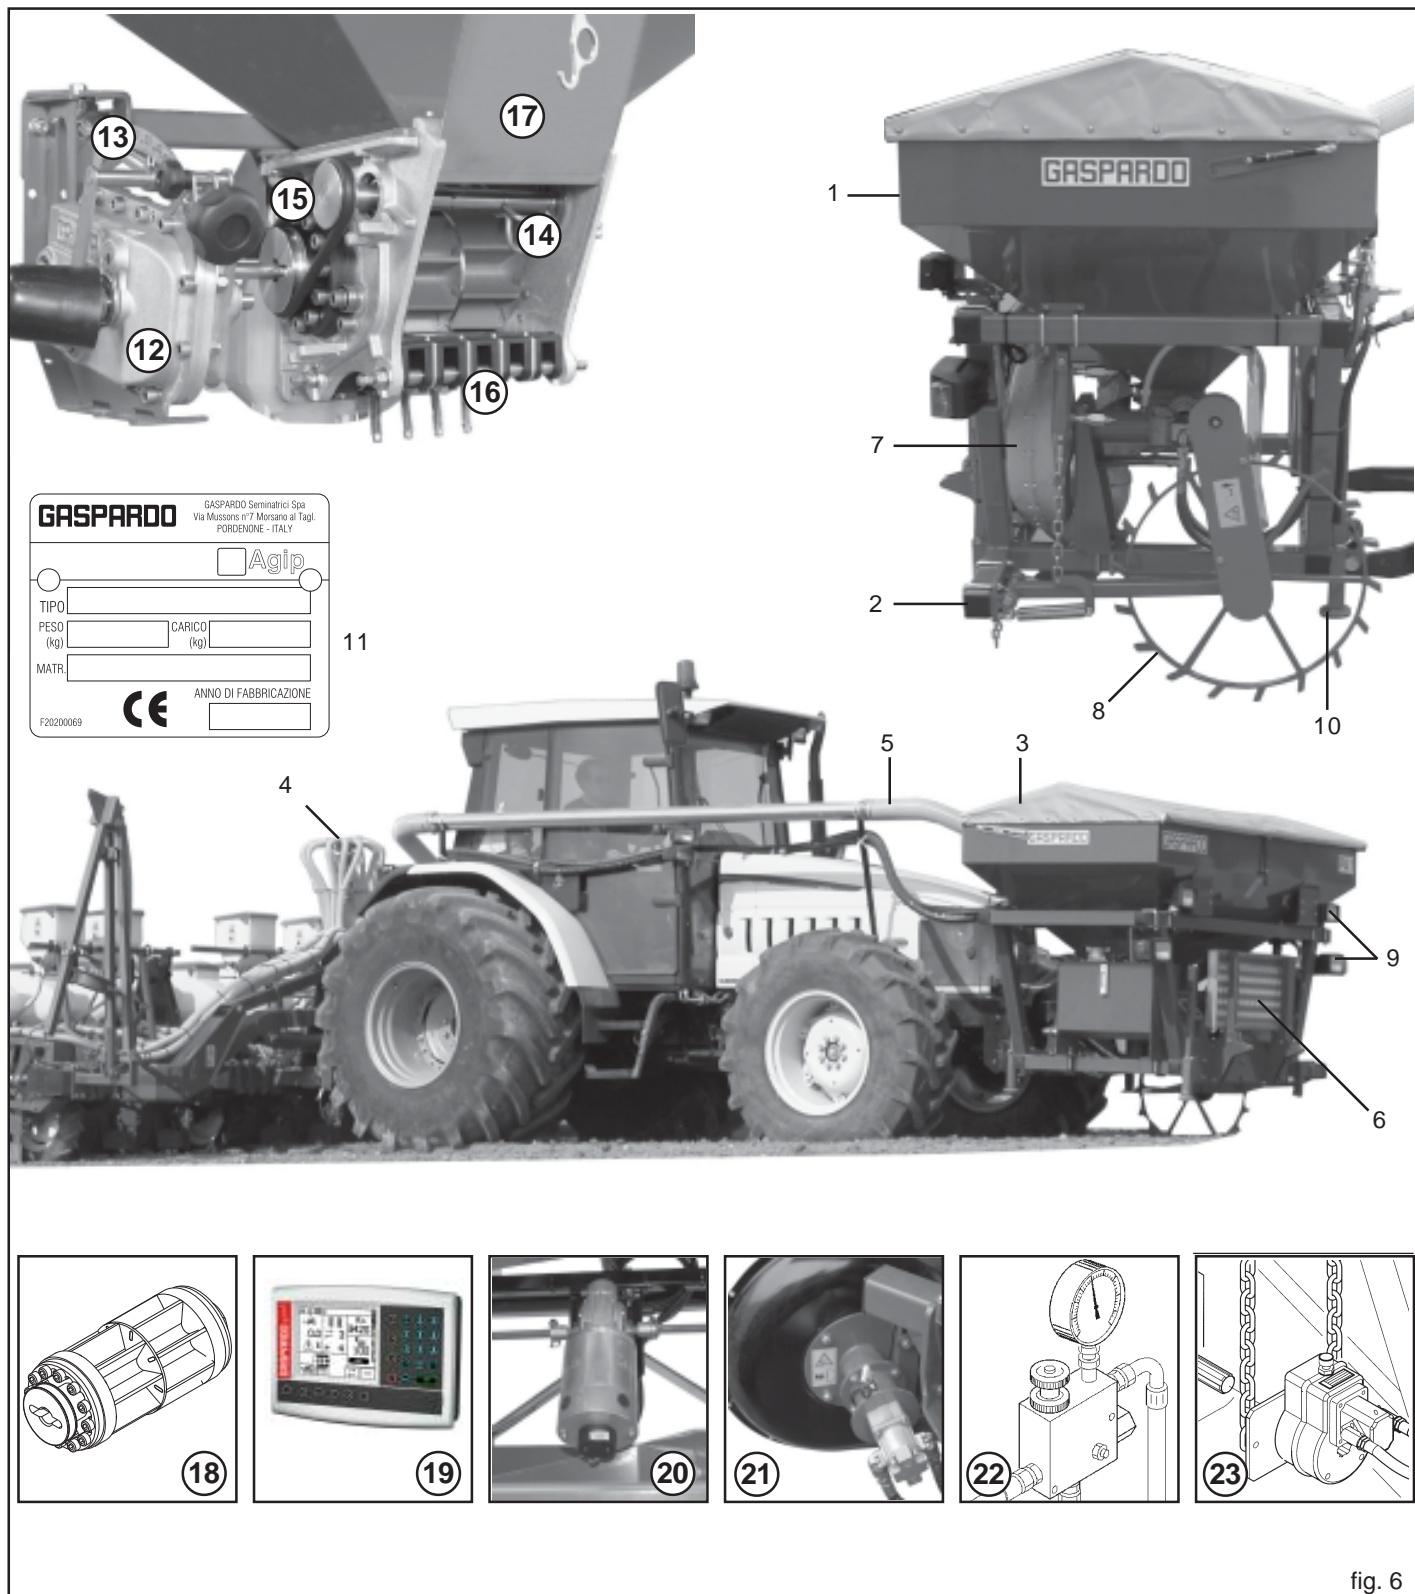

fig. 6
**3.3 ASSEMBLY DRAWING** (Fig. 6)